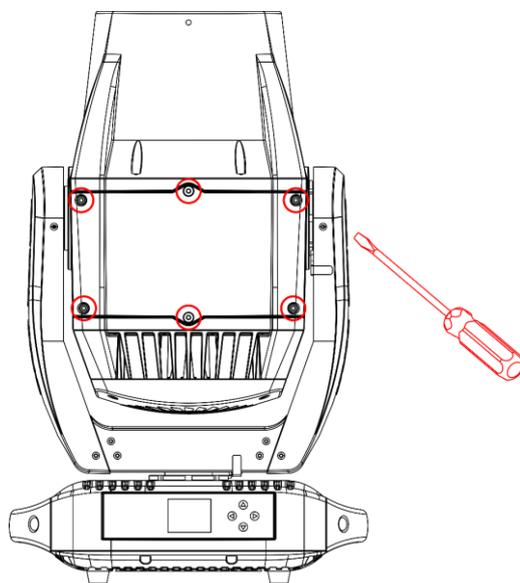

Abb. 12
- 04) Lösen Sie die 6 Schrauben an der Abdeckung, wie in Abb. 12 gezeigt.